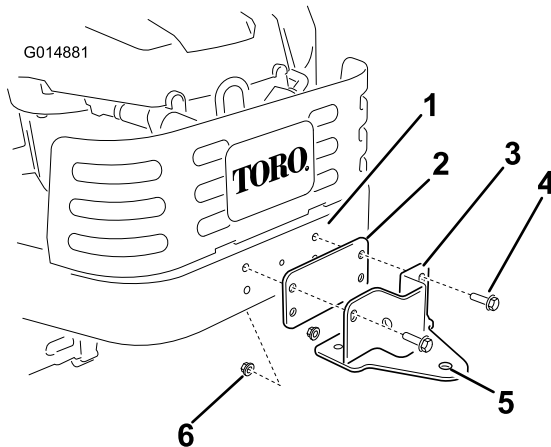

Figura 10
1. Localice la placa espaciadora del soporte del bastidor del ensacador entre las piezas sueltas. Instale la placa y el soporte en el bastidor de la máquina según se muestra en Figura 10. Sujete la placa y el soporte al bastidor usando dos pernos 1 pulgada y dos contratuercas (5/16 pulgada).